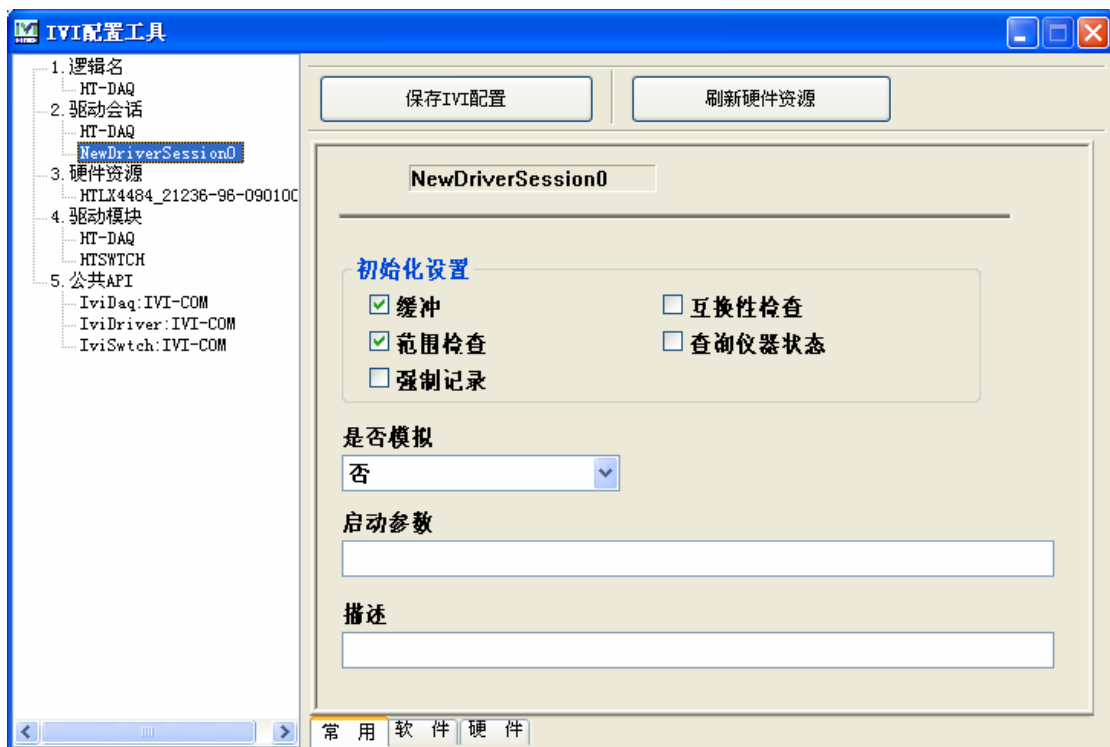

图 16
b. 选择“常用”选项卡，选择需要的初始化设置，当无硬件连接时可以选择模拟设备，如图 16 所示。